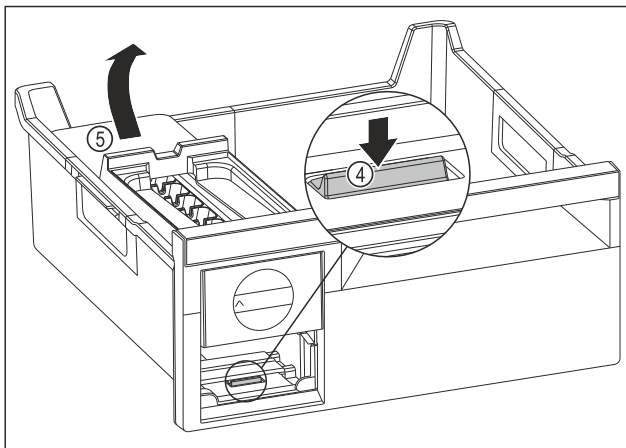

Fig. 105
- ▶ Vegye ki az EasyTwist-Ice egység testét: Nyomja le a fület Fig. 105 (4) az ujjával, és ezzel egyszerre emelje meg a másik kezével hátulról az EasyTwist-Ice egység testét Fig. 105 (5).